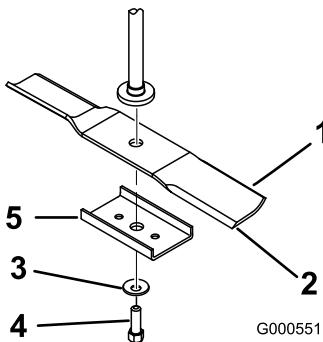

Figura 54
- Retire a cavilha da lâmina, a anilha curva, esticador de lâmina e lâmina do eixo (Figura 54).
- Instale a lâmina no veio (Figura 54).
- Instale um esticador de lâmina, a anilha curva (lado oval virado para a lâmina) e o parafuso da lâmina (Figura 54).